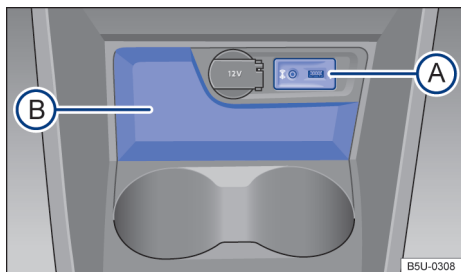

Fig. 118 No console central dianteiro: porta-objetos.
No console central dianteiro, existe um porta-objetos aberto → Fig. 118 (B).